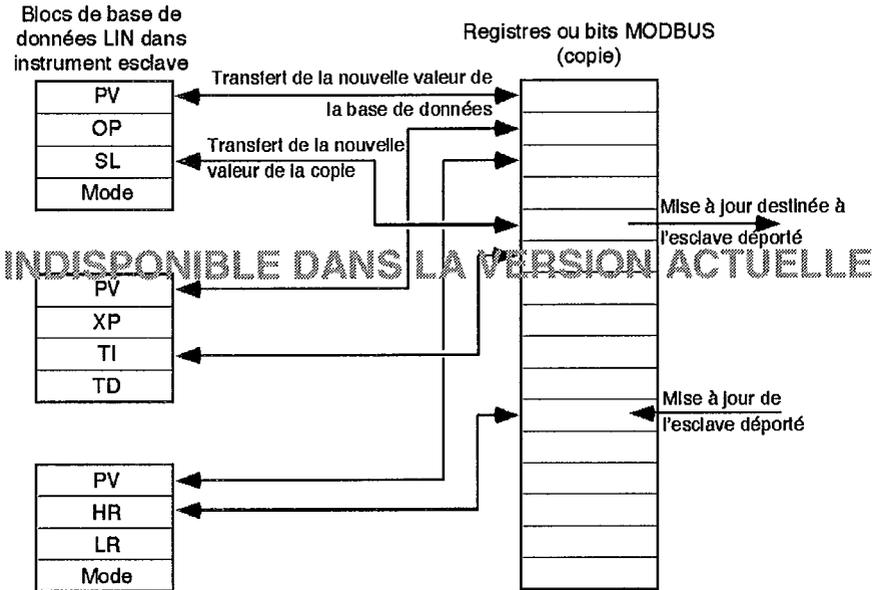

Figure 7.1.2b Fonctionnement du mode maître LIN
2. Lire les données d'un esclave et de les traduire en un bloc de données LIN standard. Les 16 tables Modbus disponibles, toutes configurables pour des données logiques ou de registre, permettent de gérer un maximum de 16 unités esclaves en fonction du type de données. La figure 7.1.2b montre une correspondance possible (définie par l'utilisateur) entre une base de données LIN et les registres Modbus. La configuration permet de ménager des espaces dans les registres de données Modbus, si nécessaire.